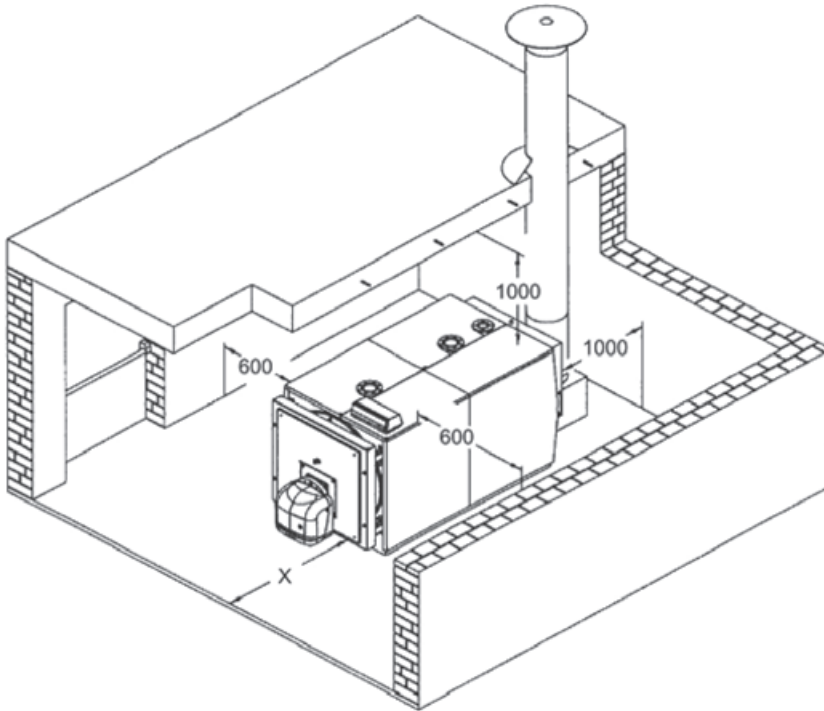

fig. 7
5.3 Local de instalación (Fig. 7)